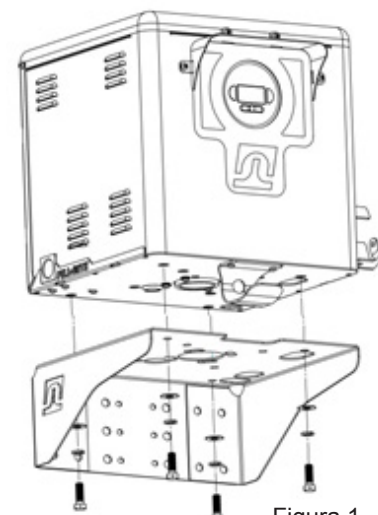

Figura 1
3. Coloque el dispensador en la placa de montaje o pedestal; con los tornillos de 4 – 1/2 x 13 y las arandelas aislantes, sujete el dispensador firmemente a la superficie de montaje a través de los 4 agujeros ubicados en el fondo de la base del gabinete dispensador (Figura 1).